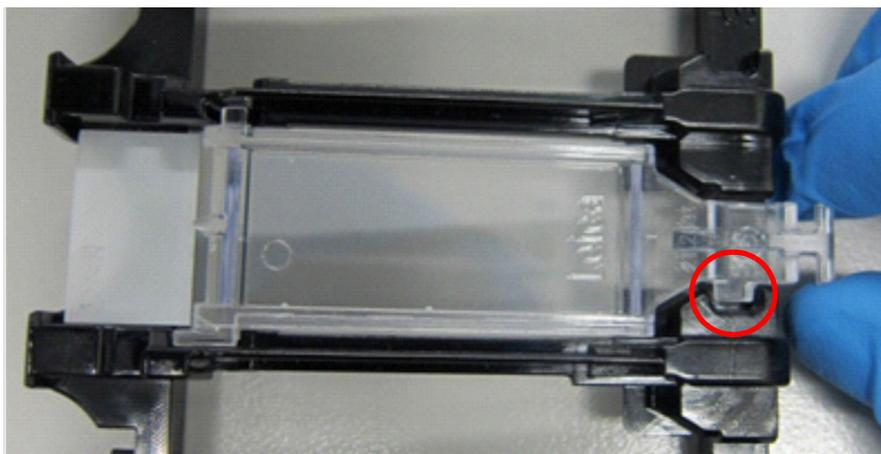

Figura 44: Para posicionar um Covertile sobre uma lâmina
3. Segurar o Covertile pela cabeça e colocá-lo sobre a lâmina encaixando a chave no pescoço do Covertile dentro da reentrância da bandeja de lâminas (dentro do círculo na Figura 44). Com o design novo dos Covertiles, a palavra "Leica" impressa no Covertile deve estar legível; mostrando que o Covertile está na posição correta.